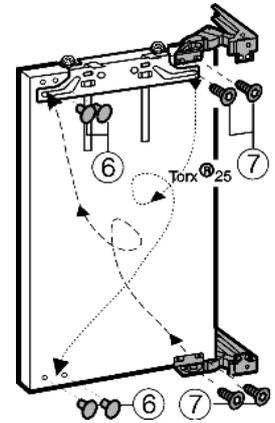

Fig. 4
- ▶ Svitare le cerniere della porta Fig. 4 (7), spostarle in diagonale e avvitare fermamente a 4 Nm.
- ▶ Chiudere i fori di fissaggio ora liberi con tappi in dotazione Fig. 4 (6).